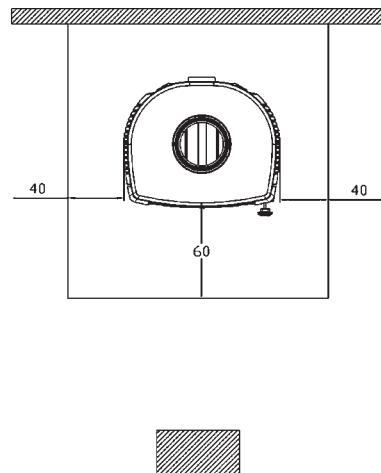

Bild 4B
c) falls das Produkt auf einer entflammabaren Fläche installiert wird, muss eine nichtentflammbarer Fläche dazwischengeschoben werden, z.B. eine Fläche aus Stahl. Solch eine Fläche muss auf der vorderen Seite mindestens 60cm vorragen und seitlich zusätzliche 40cm, den zusätzlichen Raum zur Öffnung der vorderen Tür in Betracht ziehend (Bild 4B).